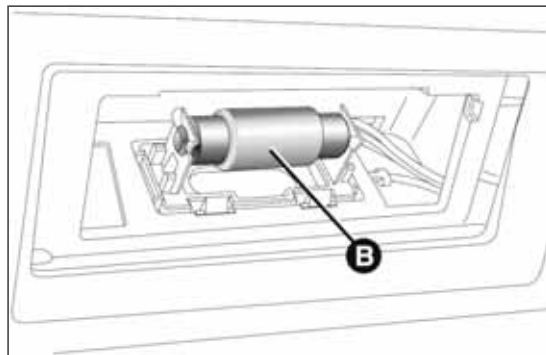

fig. 191
- ❑ sustituir la lámpara B fig. 191, soltándola de los contactos laterales;